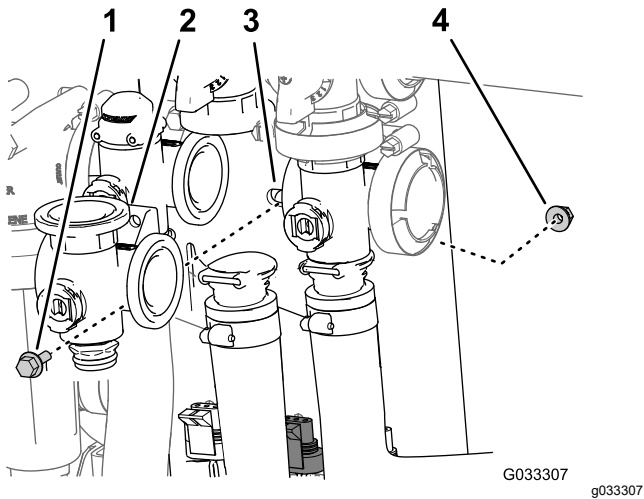

图 70
3. 卸下将搅拌阀固定至阀安装座的凸缘头螺栓和凸缘锁紧螺母然后从机器中拆下阀歧管 图 70。